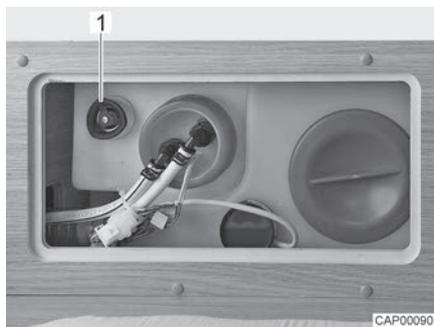

Fig. 110 Depósito de agua con tirador giratorio
- Girar el tirador giratorio (Fig. 110,1) del depósito de agua en sentido contrario a las agujas del reloj sobrepasando la resistencia, para abrir el orificio de salida completamente.